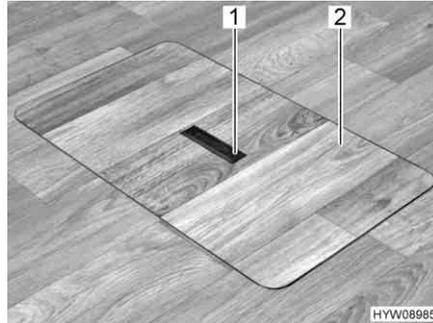
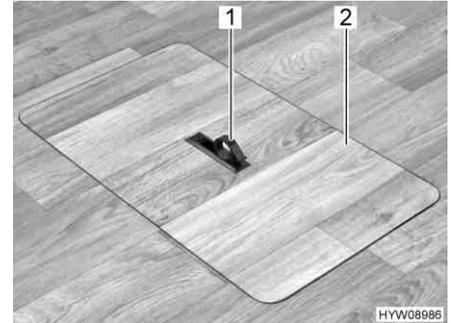

Bild 21 Abdeckung Bodenstaufach (Griff versenkt)
Bild 22 Abdeckung Bodenstaufach (Griff herausgeschwenkt)
- Auf einer Seite Griffplatte (Bild 21,1) nach unten drücken. Der Griff (Bild 22,1) schwenkt nach oben.
- Abdeckung (Bild 22,2) nach oben abnehmen.
- Abdeckung (Bild 22,2) in den Rahmen im Boden einsetzen.